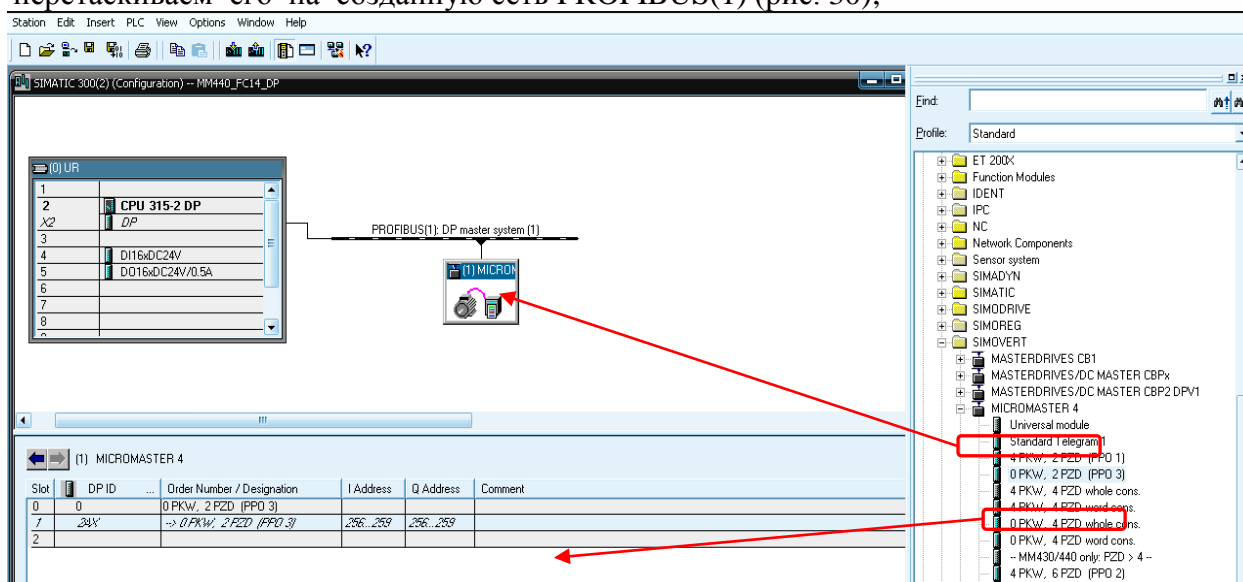

Рисунок 30 - Добавление преобразователя частоты Micromaster 440 в сеть PROFIBUS
- выбираем из списка оборудования преобразователь частоты Micromaster 440 и перетаскиваем его на созданную сеть PROFIBUS(1) (рис. 30);
- На следующем этапе выберем самый простой профиль PRO 3 для обмена данными между преобразователем и ПЛК (см. рис. 30). Этот самый простой вид телеграммы позволяет отправлять «слово управления 1» и «задание на скорость» по сети.